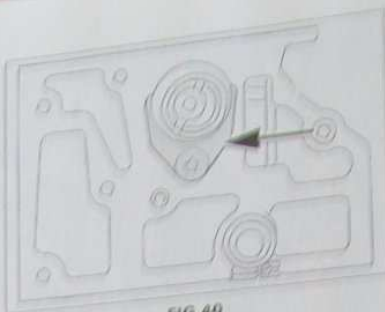
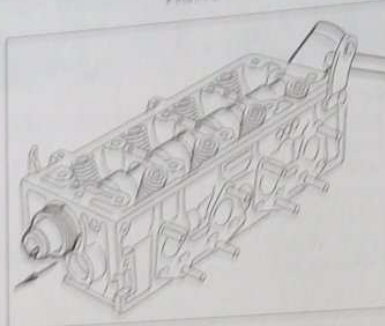

FIG 40
FIG 41
- pour déposer l'arbre à cames, déposer sa bride (Fig 40) puis le chasser pour le récupérer côté distribution (Fig 41).